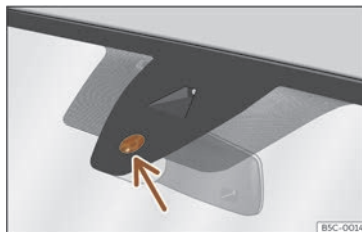

Fig. 98 Surface sensible du détecteur de pluie.
Les possibles causes d'anomalies et d'interprétations erronées dans la zone de la surface sensible >>> fig. 98 du détecteur de pluie peuvent être :
- **Saletés** : la poussière sèche, la cire, le revêtement des glaces (effet lotus) ou les restes de détergent (station de lavage) peuvent réduire l'efficacité du détecteur de pluie, ralentir son temps de réaction ou annuler son fonctionnement. Nettoyez régulièrement la surface sensible du détecteur de pluie >>> fig. 98 (flèche) et vérifiez l'état des balais.